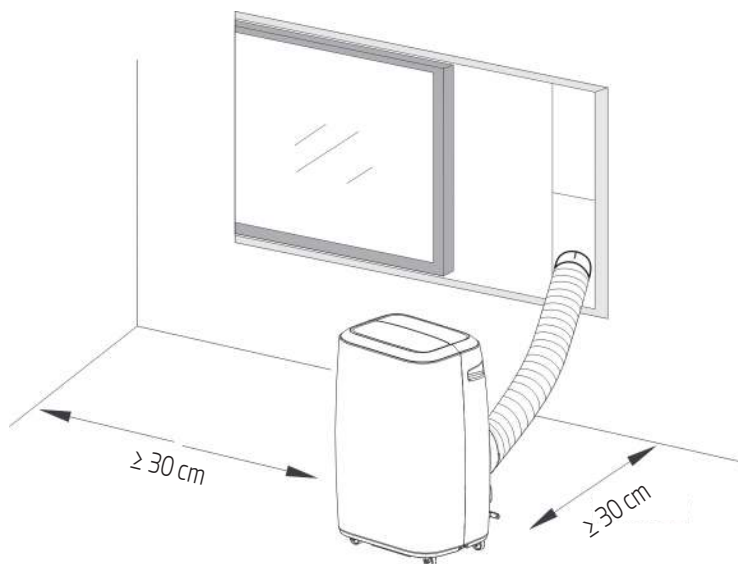

Fig. 8
- O aparelho deve ser instalado num local plano e com espaço suficiente à volta. Não bloqueie a saída de ar e mantenha uma distância mínima de 30 cm à sua volta. (Ver Fig. 8)